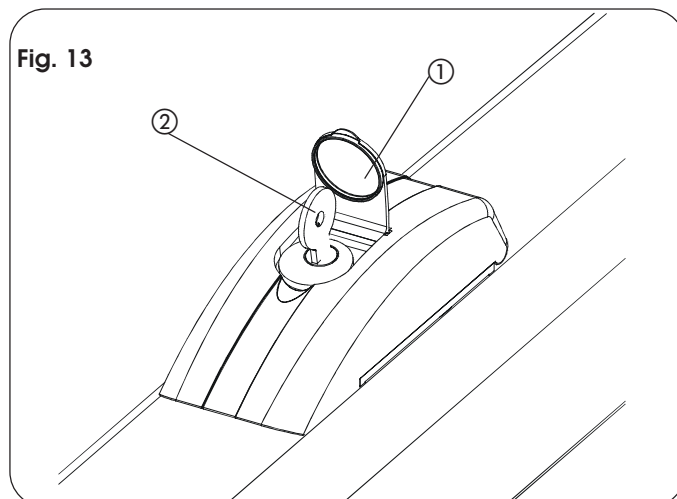

Fig. 13
- Levante el tapón de protección (Fig. 13, ref. ①) e introduzca la llave suministrada en dotación (Fig. 13, ref. ②).